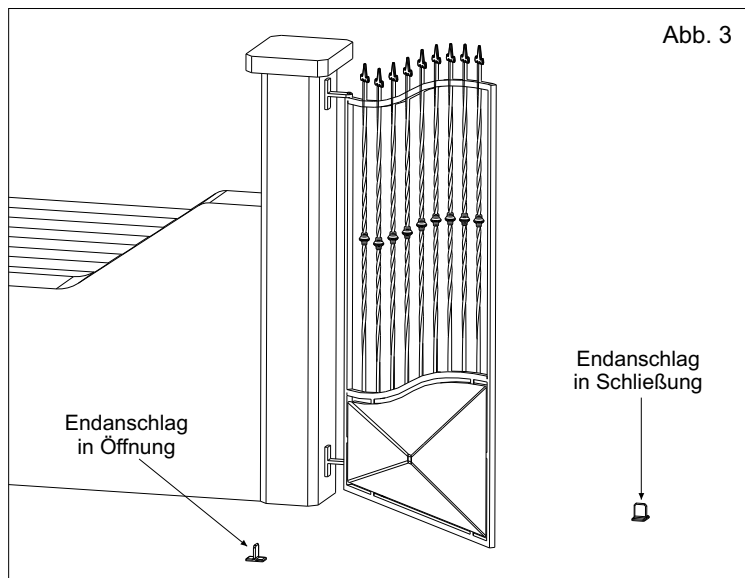

Abb. 3
- mechanische Anschläge am Ende des Laufs auf dem Boden in Öffnung und in Schließung montiert werden, da keine Endscharniere im Antrieb vorgesehen sind (Abb. 3).